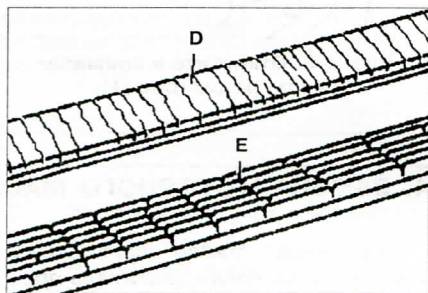

Рис. 1.5. Повреждения внешней части ремня **D** и поперечное повреждение ребер ремня **E**.
- повреждения внешней части ремня **D** и поперечное повреждение ребер ремня **E** (рис.1.5);